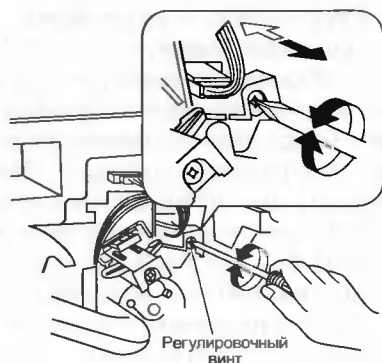

Рис. 15. Регулировка положения лампы засветки
3. Измерьте ширину двух темных фоновых полос на копии с обеих сторон и переместите лампу засветки так, чтобы разность между шириной двух полос не превышала 1 мм. Для этого, пользуясь отверткой, вращайте регулировочный винт (см. рис. 15). Вращение регулировочного винта по часовой стрелке смещает лампу засветки к передней крышке аппарата, а вращение против часовой стрелки — к задней крышке аппарата.